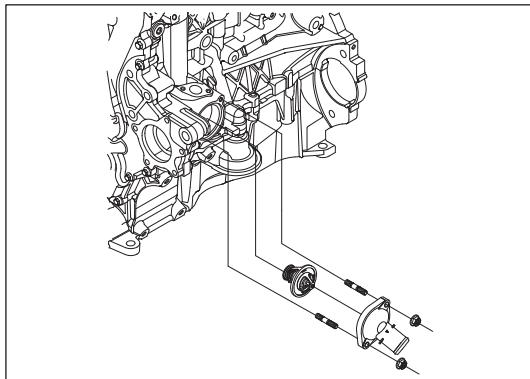

Рис. 10-5-8. Установка термостата
- (2) Установить корпус термостата на 2 шпильки (M6×22) верхней части блока цилиндров, затем закрепить его двумя фланцевыми гайками (M6), как изображено на рис. 10-5-8.